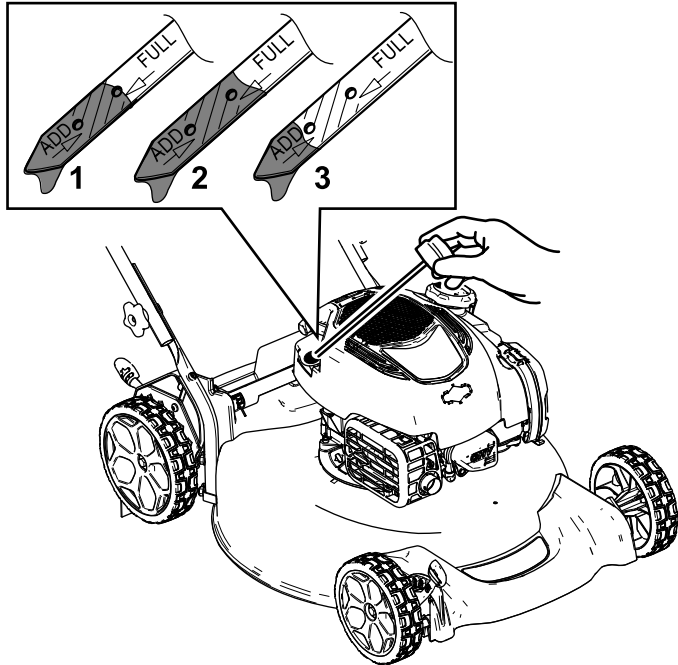

Figura 13
2. Retire la varilla girando el tapón en el sentido contrario a las agujas del reloj y tirando del mismo (Figura 13).
5. Observe en la varilla el nivel de aceite (Figura 13).
- Si el nivel de aceite de la varilla es demasiado bajo (Figura 13), vierta con cuidado una pequeña cantidad de aceite detergente SAE 30 o SAE 10W-30 en el tubo de llenado, espere 3 minutos, y repita los pasos 3 a 5 hasta que el aceite de la varilla llegue al nivel correcto. Consulte el tipo correcto de aceite en Cambio del aceite del motor (página 18).
- Si el nivel de aceite de la varilla es demasiado alto (Figura 13), drene el exceso de aceite hasta que el nivel de aceite en la varilla sea correcto; consulte Cambio del aceite del motor (página 18).